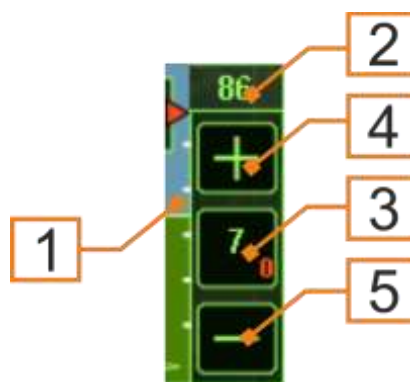

Рисунок 92 – Элементы сектора контроля и управления скоростью полета БВС
10.2 Сектор контроля и управления скоростью полета (Рисунок 92) включает в себя следующие элементы:
– шкала скорости (Рисунок 92 поз. 1), предназначена для графического отображения относительной разности (больше или меньше) между заданной скоростью полета (положение треугольника) и текущей воздушной скоростью полета (центр шкалы).
– индикатор заданной скорости (Рисунок 92 поз. 2) отображает значение заданной скорости полета БВС.
– индикатор текущей скорости (Рисунок 92 поз. 3) отображает:
– кнопка увеличения заданной скорости (Рисунок 92 поз. 4) и уменьшения заданной скорости (Рисунок 92 поз. 5). Изменение скорости БВС осуществляется путем нажатия кнопки. Каждое нажатие кнопки приводит к изменению значения скорости на 5 км/ч.